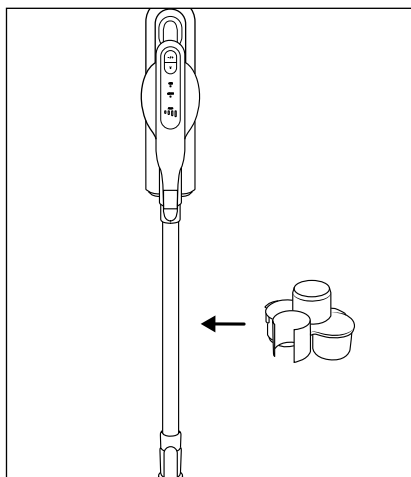

Bild 16
- ◆ Sätt hållaren för tillbehör **17** på dammsugarröret **24** (se bild 16).